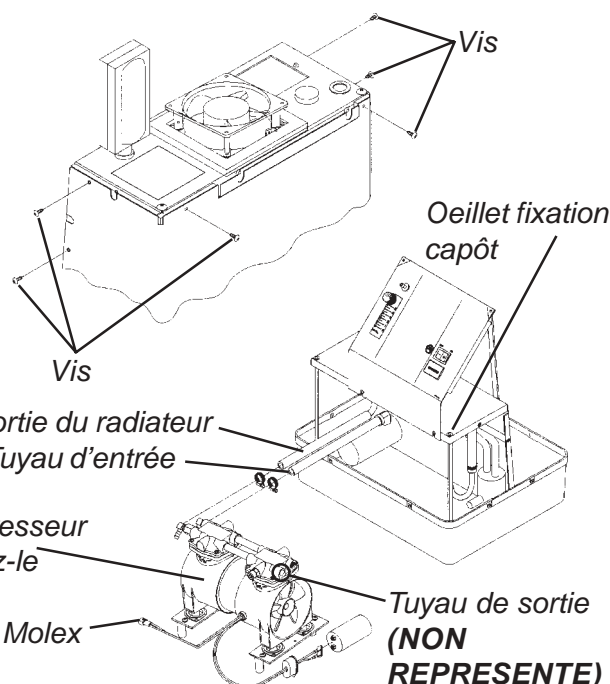

FIGURE 1 - REMPLACEMENT DU COMPRESSEUR
3. Enlevez le caisson réducteur de bruit (Cf. REMPLACEMENT DU COMPRESSEUR - FIGURE 1).